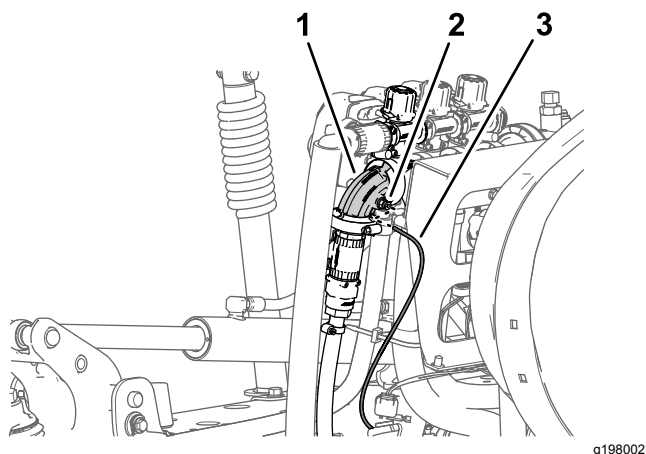

Figura 28
1. Premete il collare dell'accoppiatore del tubo nel gomito a 90° della valvola di sezione di irrorazione (Figura 28).
2. Tirate il tubo di rilevamento della pressione per il manometro del cruscotto estraendolo dall'accoppiatore del tubo (Figura 28).